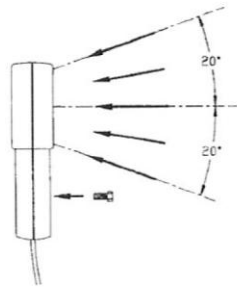

Figura 2
- A. Medición de la velocidad del viento (véase figura 2)